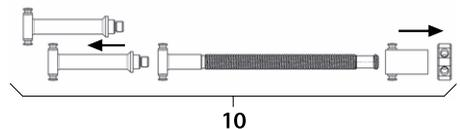

Abb. 6
- ▶ Spindeldistraktor 10 demontieren, siehe Abb. 6.